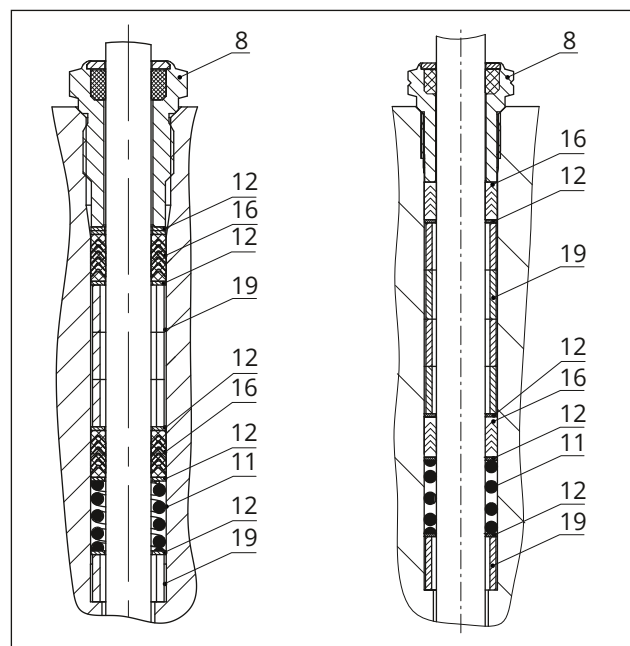

Fig. 25: Empanque standard: DN 15 a 40/NPS 1/2 a 1 1/2 (esquerda) e DN 50 a 100/NPS 2 a 4 (direita)
12. Deslize cuidadosamente as peças de empanque sobre a haste do obturador para dentro da câmara do empanque utilizando uma ferramenta adequada. Observe a sequência correta (consulte a Fig. 25).
13. Pressione firmemente o obturador (5) na sede (4). Fixe o flange (2) com as porcas do corpo (14). Aperte as porcas gradualmente num padrão cruzado. Respeite os binários de aperto.
14. Enrosque o casquilho roscado (8) e aperte-o. Respeite os binários de aperto.
15. Coloque a arcada (3) no flange (2) e aperte com a porca castelo (92).
16. Aperte frouxamente a contraporca (10) e a porca (9) na haste do obturador